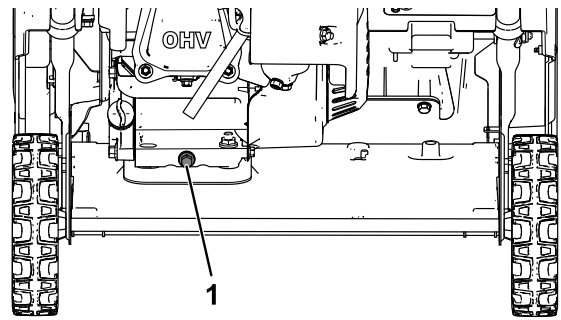

Figure 22
3. Placez un bac de vidange sous le bouchon de vidange et retirez le bouchon; basculez la machine en arrière et vidangez l'huile usagée dans le bac de vidange (Figure 22).